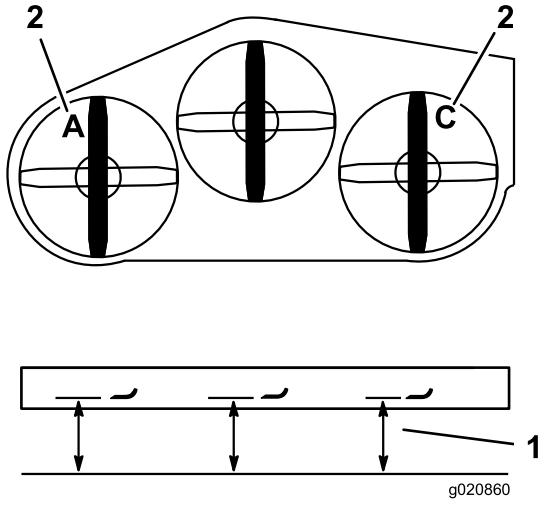

Figura 85
7. Ajuste los pernos de ajuste en las horquillas, en las posiciones **A** y **C**, para obtener la altura correcta (Figura 85).
3. Mida la cuchilla izquierda en la posición **A** desde una superficie nivelada hasta el filo de corte de la punta de la cuchilla, y anote esta medida (Figura 85).
4. Mida la cuchilla derecha en la posición **C** desde una superficie nivelada hasta el filo de corte de la punta de la cuchilla, y anote esta medida (Figura 85).
3. Mida la cuchilla derecha en la posición **C**, desde una superficie nivelada hasta el filo de corte de la punta de la cuchilla, y anote esta medida (Figura 85).